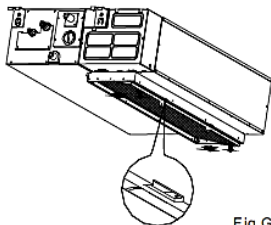

Fig.G2
2. Per l'unità con ventilazione discensionale, spingere leggermente il filtro verso l'alto per far uscire il fermo di posizione dai fori fissi della flangia, e togliere il filtro secondo la direzione della freccia mostrata nella Fig.G2.